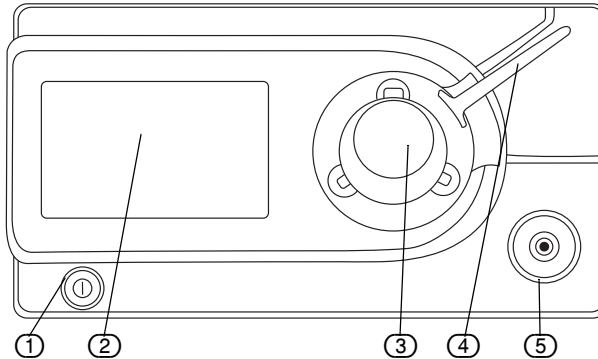

Fig. 5-1 Parte delantera del aparato
4. Presione el interruptor **ENCENDIDO/APAGADO** (ver Fig. 5-1 "Parte delantera del aparato"). El aparato realiza ahora el proceso de iniciación y un autoexamen. En la pantalla aparecerá la indicación de inicio y una barra que representa el progreso del autoexamen.
Para la **Standard Insufflation** se conecta un juego de tubos convencional a la parte delantera del aparato (ver Fig. 5-1 "Parte delantera del aparato", página 15 (5)). Los juegos de tubos para los modos **Smoke Evacuation** y **AirSeal** se conectan a la conexión de filtro en la parte delantera del aparato (ver Fig. 5-1 "Parte delantera del aparato", página 15 (3)).